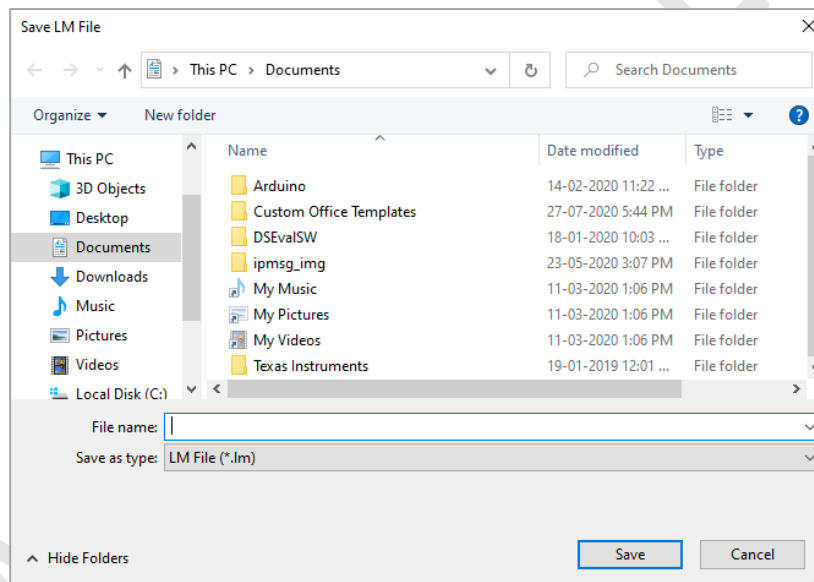

Figure 22 Sélection de l'emplacement du fichier pour l'enregistrement du résumé des données
- Ouvrez l'application logicielle LMView-XS-E006 pour effectuer des analyses pour les lectures de processus. La fenêtre contextuelle apparaîtra comme le montre la figure 22. Sélectionnez le chemin d'accès au fichier approprié et le nom du fichier séquentiel pour enregistrer le résumé des données et appuyez sur le bouton .